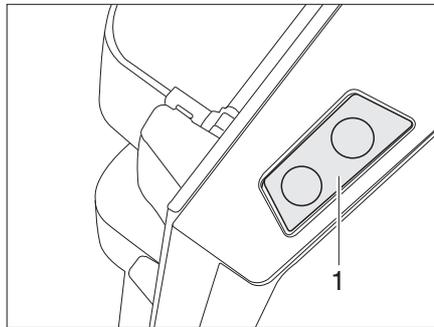

Fig. 338 Tasto di sblocco della porta del frigorifero (serie Dometic 8)
**Apertura:** ■ Premere il tasto di sblocco (Fig. 338,1) e aprire la porta del frigorifero.